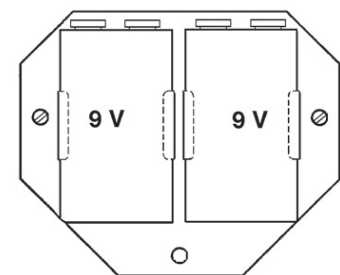

Figure 8
9. Remplacement des piles – Enlever le couvercle. Remplacer les piles l'une après l'autre par des neuves et remonter le totalisateur (Figure 8).